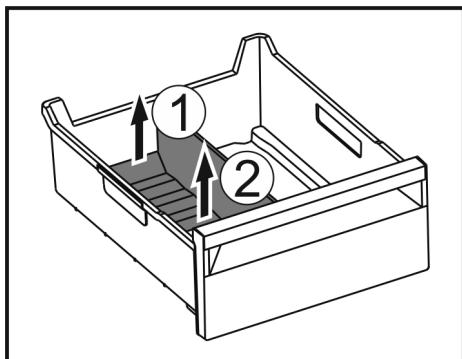

Fig. 106
- ▶ Zdvíhnite zadnú časť oddelovača zásuvky na ľad. Fig. 106 (1)
- ▶ Odoberte oddelovač zásuvky na ľad nahor. Fig. 106 (2)